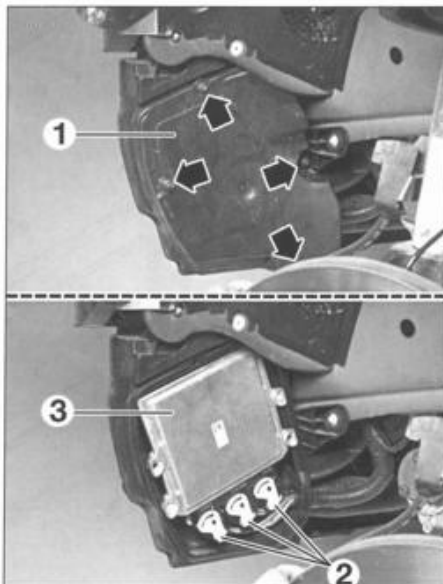

FIG. 25
- los 4 tornillos de la carcasa en el dorso del resonador (fig. 25).
- la carcasa (1).